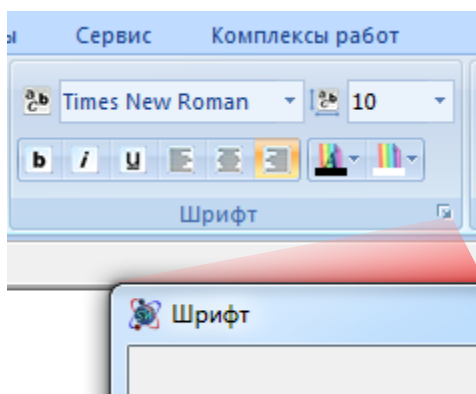

Рис. 1.4 Группа настроек Шрифт, кнопка вызова диалогового окна
**Кнопки вызова диалоговых окон** — это значки, которые могут отображаться в некоторых группах (рис. 1.4). При нажатии такой кнопки открывается соответствующее диалоговое окно или область задач, содержащая дополнительные параметры, связанные с данной группой.